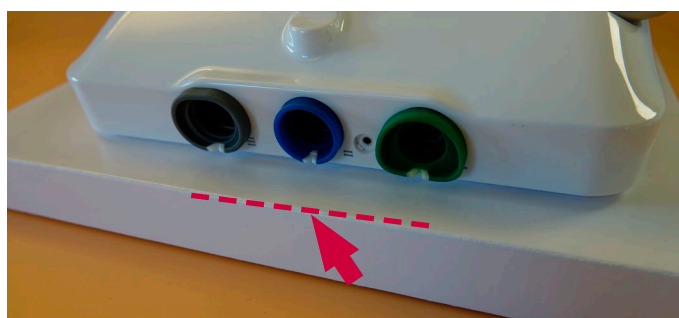

Figura 35 Posizionare l'alloggiamento posteriore partendo dal lato con gli anelli colorati
c) Posizionare l'alloggiamento posteriore sull'unità display iniziando dal lato con gli anelli colorati (Figura 35)